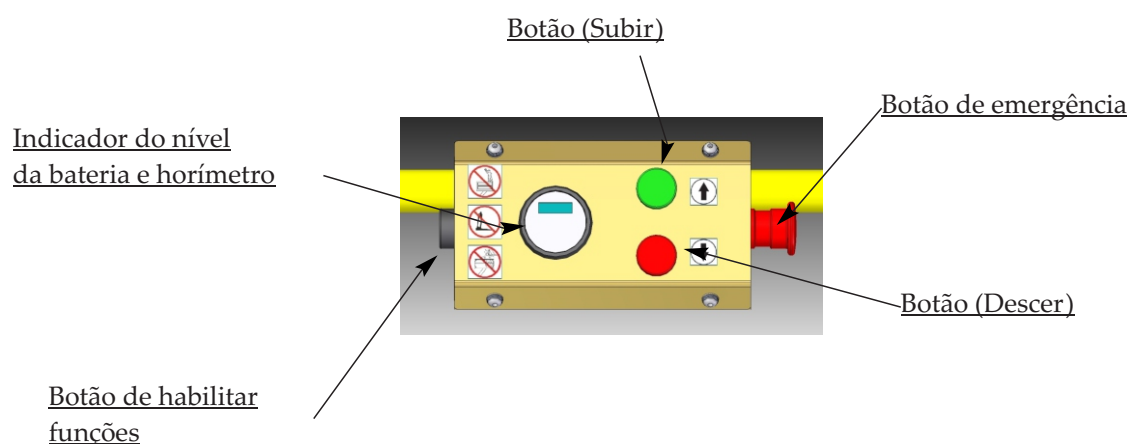

Figura 3 - Controles cesto aéreo (Superiores).
Os controles cesto aéreo superiores (ver Figura 3) estão localizados no painel de controle na parte da frente da plataforma.
10. Teste cada função da máquina a partir do controle do cesto aéreo, testando o botão de habilitar funções com os botões de subida e descida da plataforma (veja a Figura 3 - página 43).